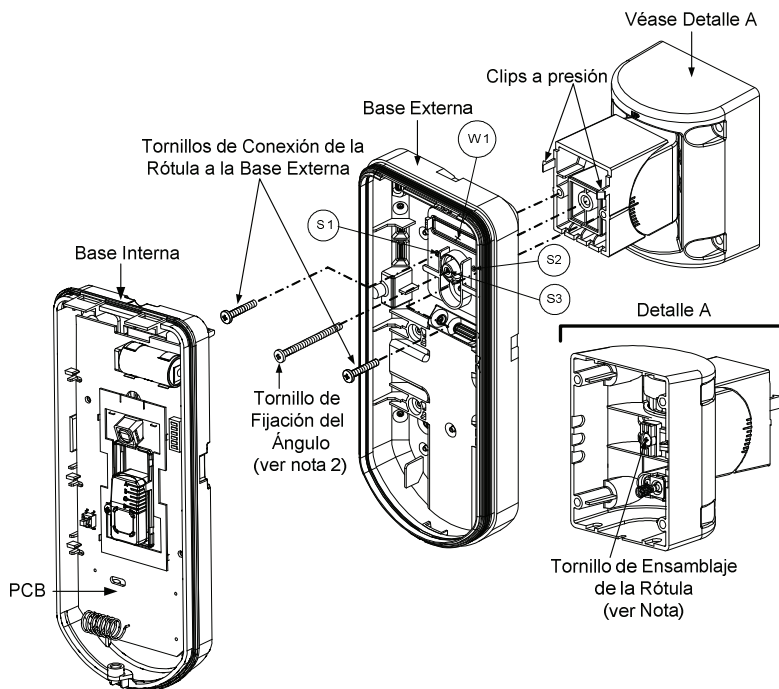

Figura 9
3. Unir la base externa a la rótula usando los clips a presión de sujeción (Figura 9).
No apretar ni apretar el Tornillo de Ensamblaje de la Rótula (Figura 9, Detalle A) ya que se utiliza únicamente para unir las piezas de la rótula (viene atornillado de fábrica).
4. Fijar la base externa a la rótula con 2 tornillos sujetos a través de los agujeros pre-marcados S1 y S2 (Figura 9).
5. Insertar el tornillo suministrado para la fijación del ángulo, haciéndolo pasar a través del agujero pre-marcado S3 en la base externa hasta unirlo con la rótula estándar (Figura 9).
Cuando las marcas de las dos partes móviles de la rótula están alineadas (Figura 9), la Rótula Estándar está en la posición 0°. Cada "clic" vertical desde esta posición representa un incremento o decremento de 5°.